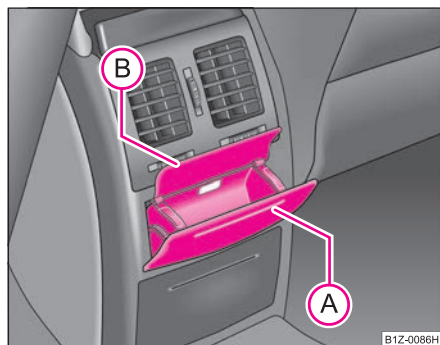

Fig. 95 Consola centrală superioară:
- Apăsați pe partea superioară a capacului scumierei în zona **A** → fig. 95.